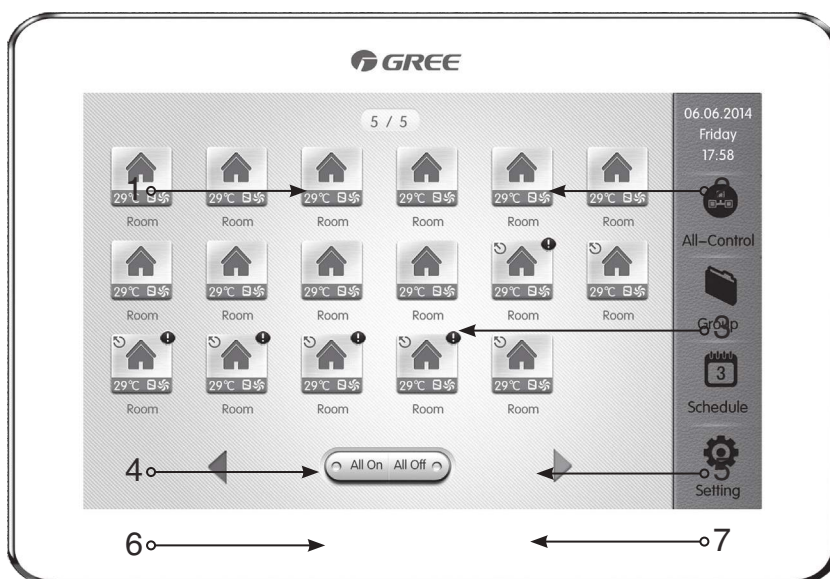

Рис. 7.4.
7.1.4. Проводной центральный пульт управления SE52-24/F(C) (рис. 7.4).